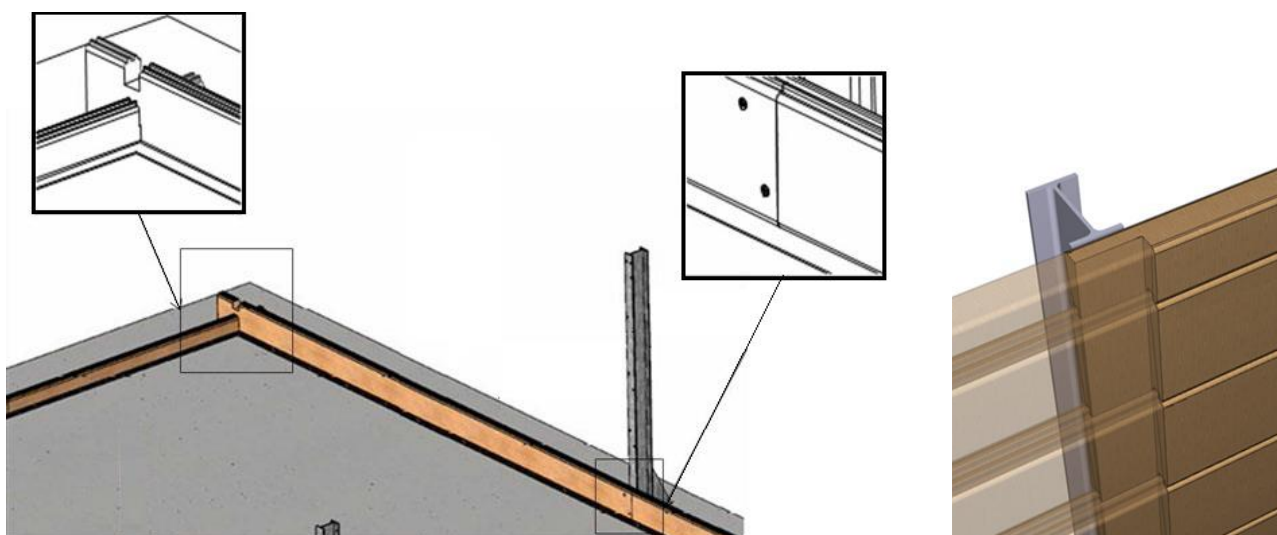

Figura 9 – Bloqueo de tablonos entre ellos
- en los 2 puntales (están perforados previamente, como se muestra en Figura 9) utilizando 14 tornillos torx A2 torx 6 x 30 de acero inoxidable A2 (bolsa C).